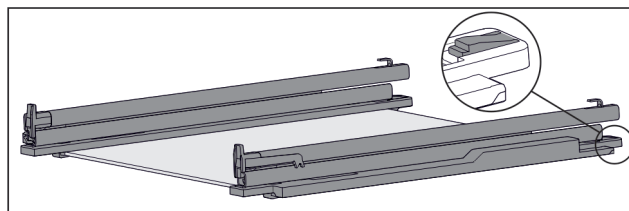

Fig. 95 Стеклянная пластина с направляющими и крепежными элементами
- ▶ Крепежный элемент сзади прижмите вниз (см. Fig. 95) и одновременно отодвиньте направляющую назад.